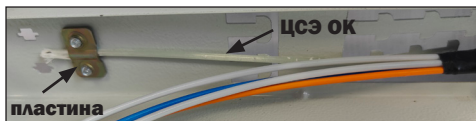

Рисунок 14
11.1.1 На задней стенке кросса есть два отверстия для установки пластины крепления ЦСЭ ОК (далее пластина; рисунок 1, позиция 11). Взять из комплекта поставки пластину и два винта М4х6, закрепить ЦСЭ ОК пластиной при помощи винтов (рисунок 14).